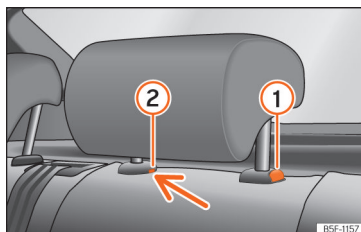

Рис. 68 Знімання заднього підголівника.
- Одночасно натисніть кнопку »» рис. 68 ① та фіксатор ② в отворі за допомогою викрутки з плоским лезом (не більше 5 мм) і зніміть підголівник.